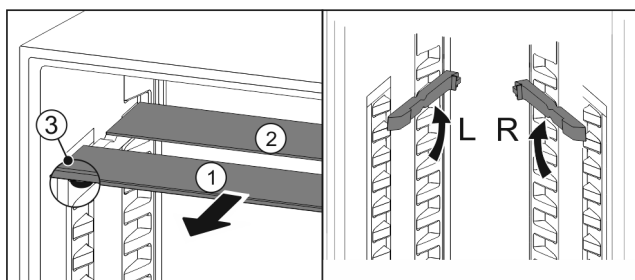

Fig. 60
- Vytiahnite sklené dosky jednotlivo dopredu Fig. 60 (1).
- ▷ Sklená doska Fig. 60 (1) s ozdobnou lištou leží vpredu.
- ▷ Zarážky Fig. 60 (3) ukazujú nadol.